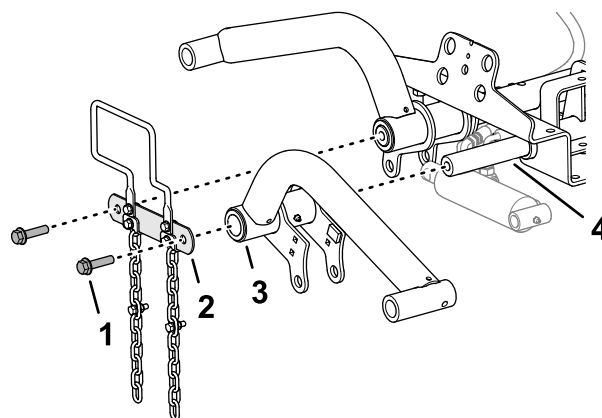

Figure 9
- Montez les bras de levage sur les axes de pivot, comme montré à la Figure 9).
- Montez le maillon d'axe de pivot sur les axes de pivot des bras de levage (Figure 9) à l'aide des 2 vis à embase (1/2 x 2") retirées à l'étape